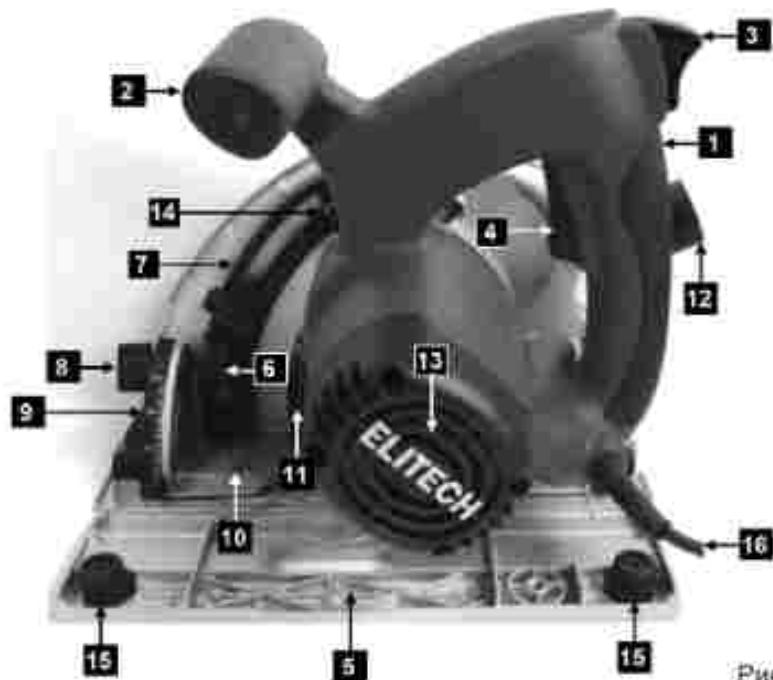

Рис. 2
2. Зафиксировать пильный диск с помощью кнопки фиксации диска (поз. 14, рис. 2);
При угле наклона 0° по шкале угла наклона диска (поз. 9, рис. 2) плоскость пильного диска с плоскостью опорной платформы образует прямой угол 90°. В этом положении указатель шкалы указывает на 0°. В случае, если при установке прямого угла между пильным диском и опорной платформой указатель шкалы отклонился от отметки 0°, необходимо выполнить калибровку прямого угла. Калибровка прямого угла выполняется с помощью откручивания/закручивания (в зависимости от того, в какую сторону необходимо выполнить калибровку) винтов калибровки прямого угла (поз. 10, рис. 9).